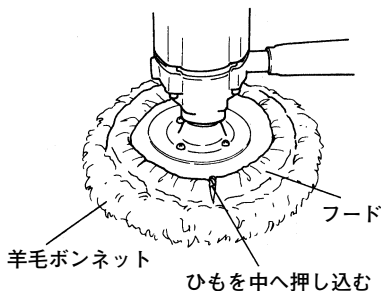

図 10
- (3) 羊毛ボンネットのフードでスポンジパッドを包み、ひもを結び、しっかりと取付けます(図10)。